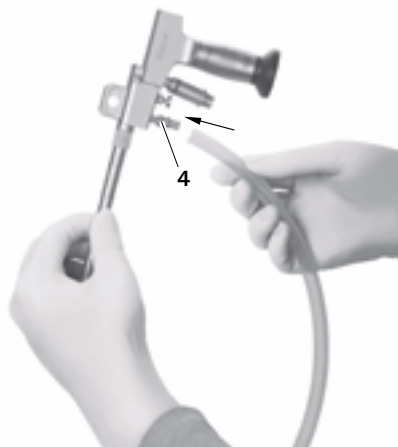

Fig. 20
- Raccorder le tuyau d'irrigation avec le raccord d'irrigation **4**, voir Fig. 20.